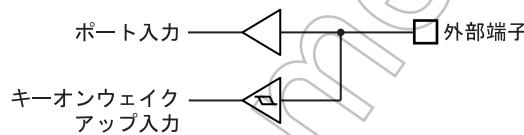

図 14-2 キーオンウェイクアップ入力とポート入力
- 注 3) キーオンウェイクアップ入力とポート入力は入力回路が別系統となりますので、入力電圧のしきい値がそれぞれ異なります。従って STOP モード起動前にポート入力によって確認した値は、キーオンウェイクアップ入力の検出レベルと異なる場合があります。（図 14-2）